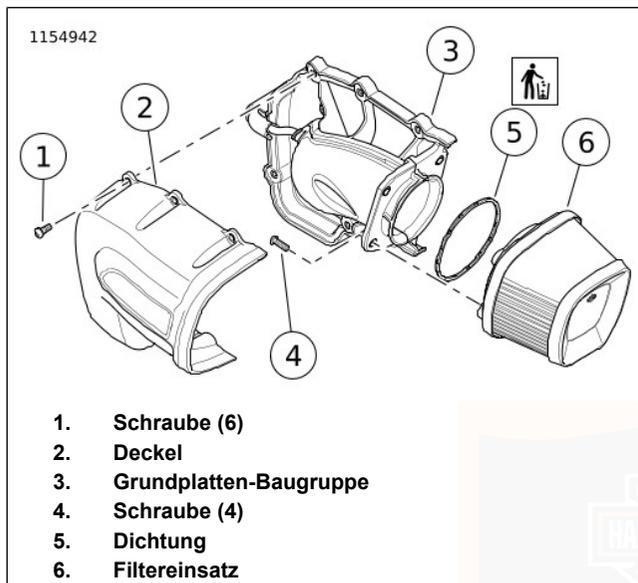

Abbildung 73. Luftfilter: Vierkantrohr
1. Siehe Abbildung 73. Die Luftfilterabdeckung entfernen.
- a. Die Schrauben (1) entfernen.
- b. Den Deckel (2) entfernen.
- a. Die Schrauben (4) entfernen.
- b. Filtereinsatz (6) und Dichtung (5) entfernen. Die Dichtung entsorgen.
1. Siehe Abbildung 73. Den Luftfiltereinsatz anbringen.
- a. Eine **neue** Dichtung (5) auf dem Filtereinsatz (6) montieren.
- c. Die Schrauben (4) anbringen. Festziehen. 5,4–8,1 N·m (48–72 **in-lbs**)
- a. Die Abdeckung (2) anbringen.
- b. Die Schrauben (1) anbringen. Festziehen. 5,4–8,1 N·m (48–72 **in-lbs**)